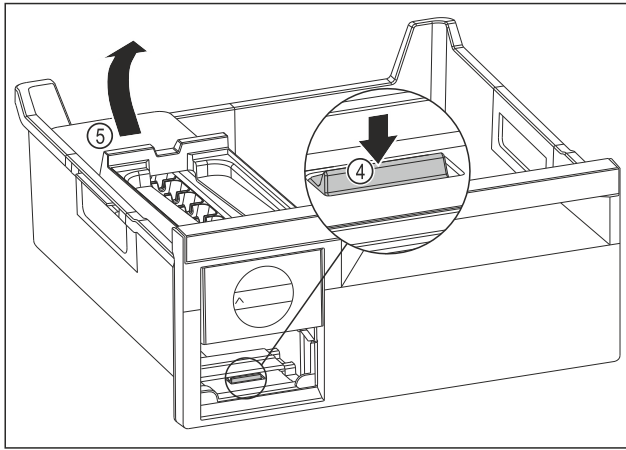

Fig. 78
- ▶ EasyTwist-Ice-Korpus entnehmen: Lasche Fig. 78 (4) mit Finger nach unten drücken und gleichzeitig mit der anderen Hand den EasyTwist-Ice-Korpus Fig. 78 (5) von hinten anheben.